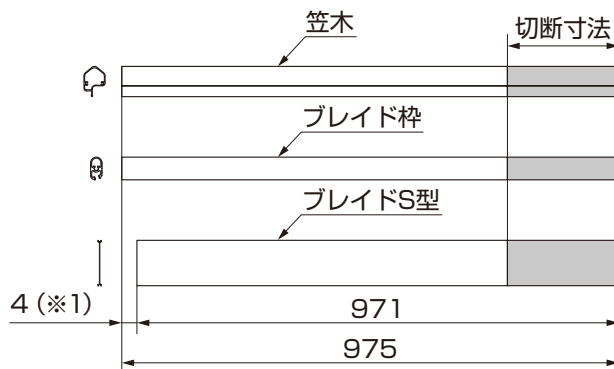
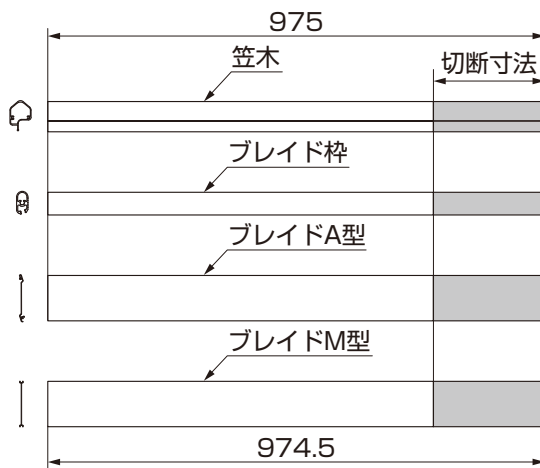

図6-3 S型の場合
図6-4 A型・M型の場合
- ② 笠木・ブレイド枠・ブレイドをノコギリを使い切断してください。(図6-3、図6-4参照)